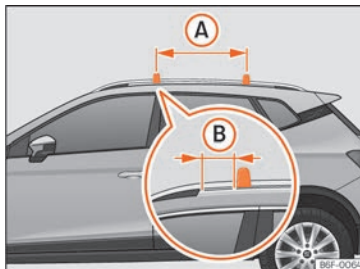

Fig. 130 Puntos de fijación de las barras longitudinales para el portaequipajes del techo.
Las barras transversales se montan en las barras laterales del techo. La distancia entre barras transversales » fig. 130 (A) deberá ser 75 cm y la distancia de las barras transversales con los soportes de las barras laterales del techo (B) deberá ser de 5 cm.